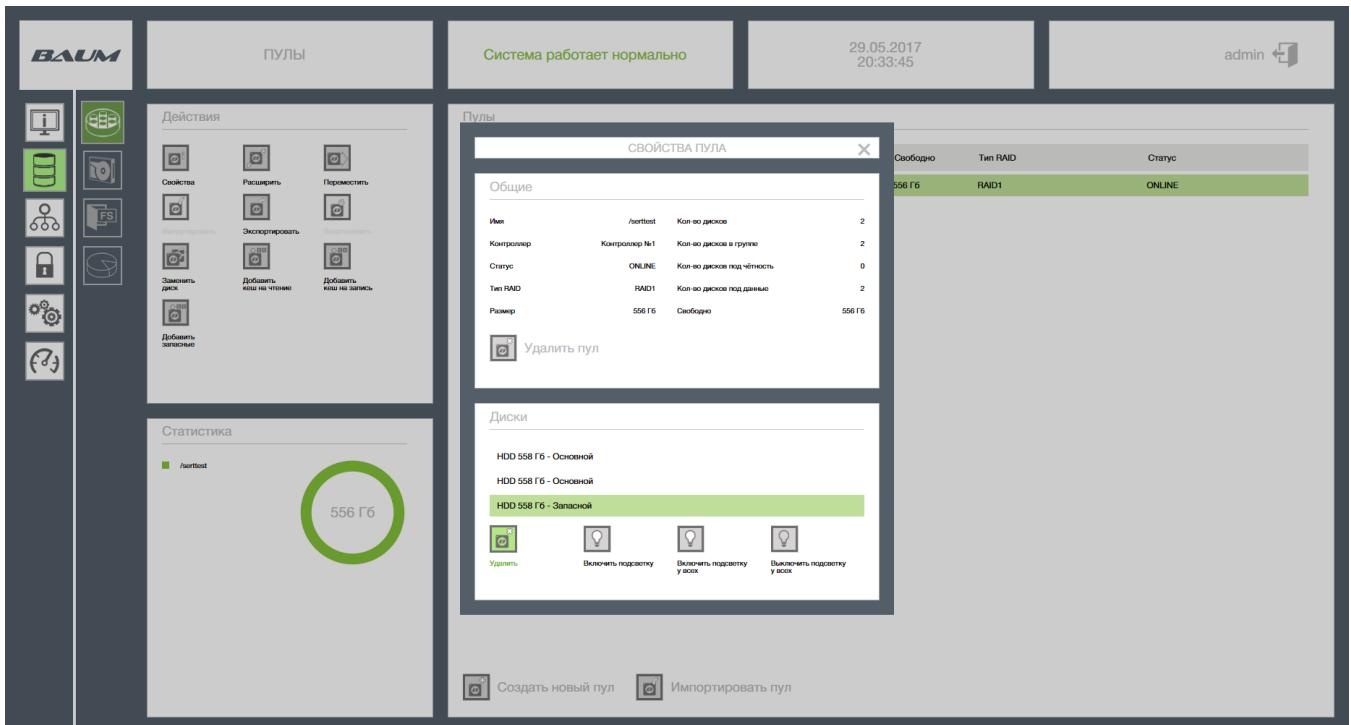

Рисунок 29 – Удаление из пула запасного диска
- 4) В окне «Диски» выбрать запасной диск для удаления (см. Рисунок 29).